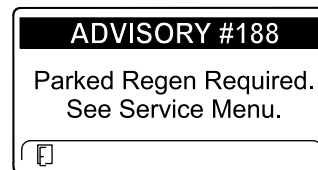

Figura 49
- É necessária regeneração em estacionamento AVISO N.º 188 (Figura 49)